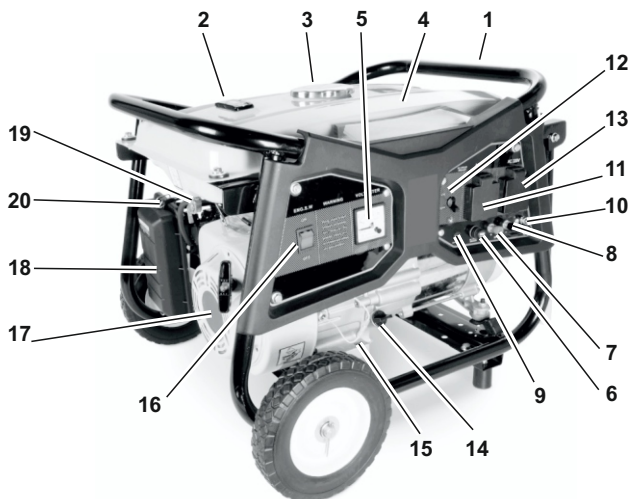

Рис. 1.
- Запуск бензинового двигателя осуществляется ручным стартером, при помощи рукоятки (13)(См. Рис.1).
- Заправка топливного бака (4) осуществляется через заправочную горловину, закрытую крышкой (2).
- Топливо из топливного бака (4) через топливный кран (19) и топливную систему, поступает в карбюратор.
- С помощью воздушного фильтра производится очистка воздуха, поступающего в карбюратор двигателя. Для проведения технического обслуживания воздушного фильтра, он снабжен съёмной крышкой (18). Через крышку открывается доступ к фильтрующему элементу.
- Вольтметр (5) предназначен для измерения величины выходного напряжения работающего генератора.
- Окрутите крышку топливного бака (3)(См. Рис.1).Проверьте уровень топлива.
- Отверните масляную пробку (4)(См. Рис.1), достаньте щуп.
- Соедините разъем заземления (5)(См. Рис.1) на панели управления с заземлителем. Для соединения используется провод, сечением не менее 1,5 мм².
- Противоположный конец провода соединяется с клеммой заземления генератора (5)(См. Рис.1).